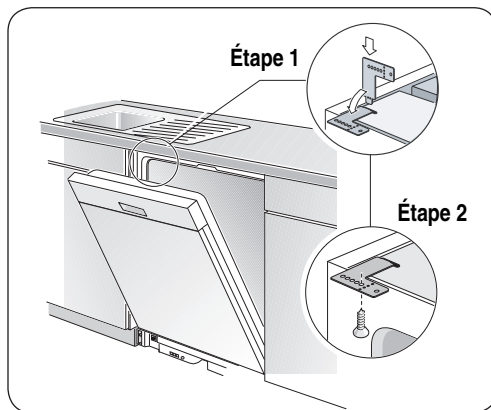

Figure 10
- 1 Sur le dessus** pour les plans de travail fabriqués en bois ou autres matériaux pouvant être facilement percés. Orienter la fixation, **figure 10**, et positionner les 2 petites languettes sur la fixation sur les deux fentes des coins avant du lave-vaisselle. Pousser fermement sur les fixation pour insérer les languettes dans les fentes.